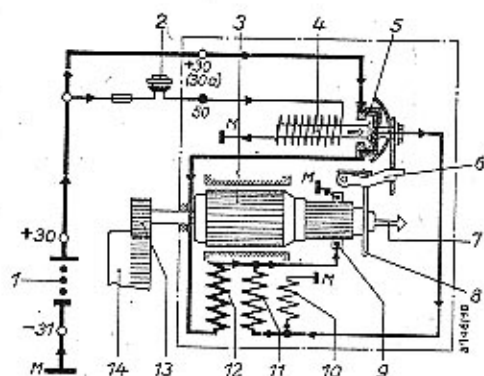

Bild 31. Stromverlauf beim Anlassen (voller Strom)
5. Gegen Ende des Einspurens wird durch eine Auslösescheibe 8 am Anlasseranker die Sperrklinke gelöst und die Strombrücke 5 liegt jetzt mit beiden Schenkeln auf (Bild 31).